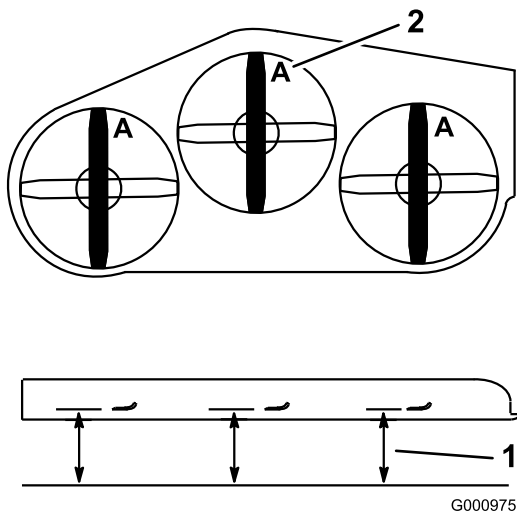

Figura 71
4. Mida en la posición **A** desde una superficie nivelada hasta el filo de corte de los extremos de la cuchilla (Figura 71).